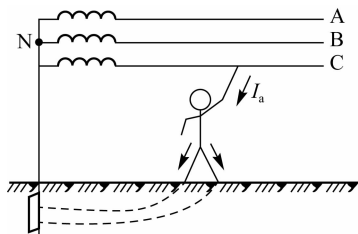

图 1-11 单相触电示意图
(1)单相触电。单相触电是指人体的一部分接触带电体,另一部分又与大地或零线相接,电流从带电体流经人体到大地形成回路。单相触电示意图如图 1-11 所示,它是常见的触电形式。